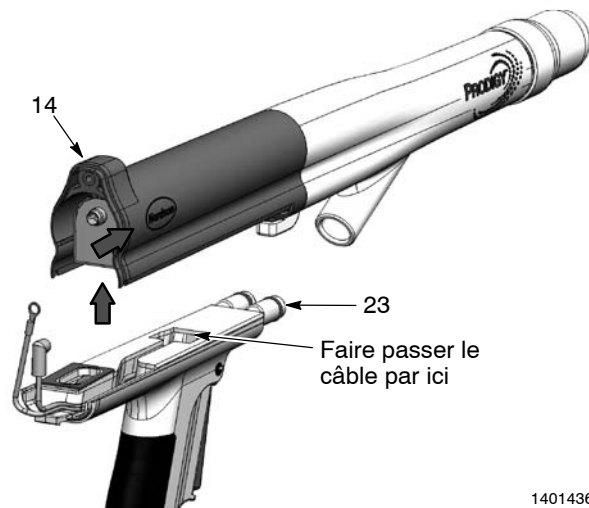

Fig. 13 Séparation du corps du pistolet de la poignée
9. Voir la figure 13. Soulever l'arrière du corps du pistolet (14) pour le détacher de la poignée, puis pousser le corps vers l'avant pour le séparer de la poignée (23).